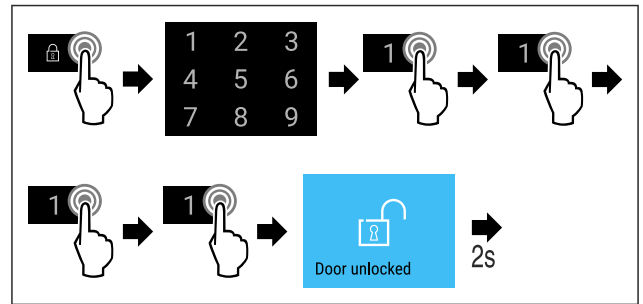

Fig. 78 Verrouiller la porte avec le code 1 1 1 1.
- Suivre les étapes (voir Fig. 78).